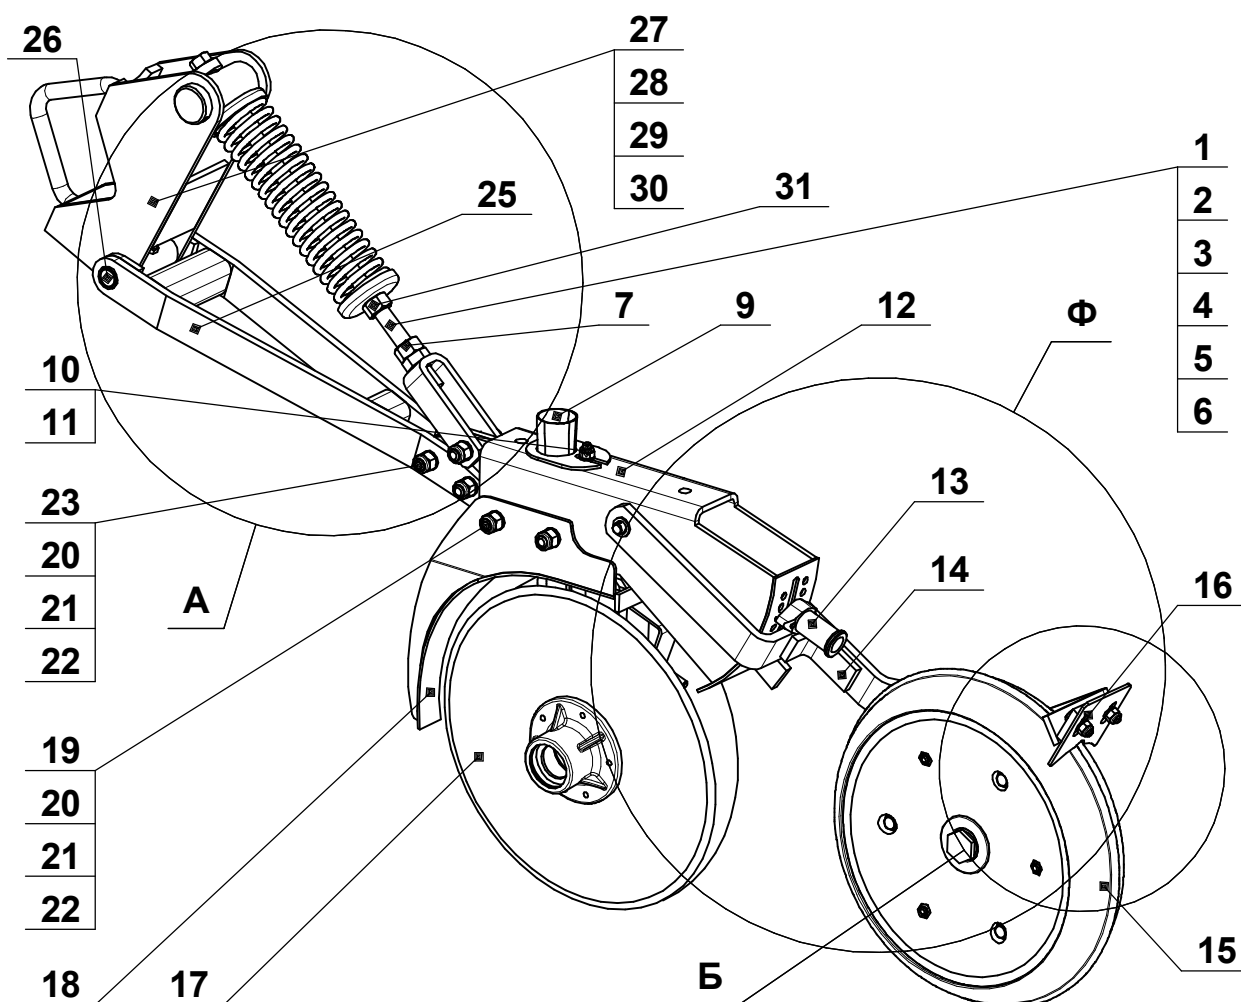

Рис.5.9.3.1 Сошник КПК-850МБ.11.02.00.000-01 (короткий)
- При необходимости отрегулируйте положение сошников винтом (Рис.5.9.3 поз.3 и вилкой, Рис.5.9.3 поз.4), при закручивание винта сошник поднимается, при выкручивании - опускается.